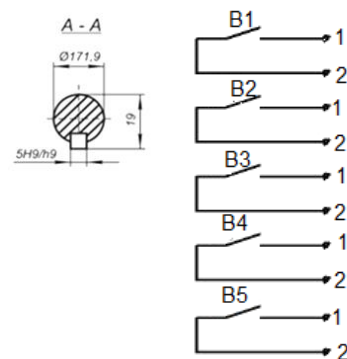

Рис.3
4.2. Электрическая схема контактов – (Рис.3)